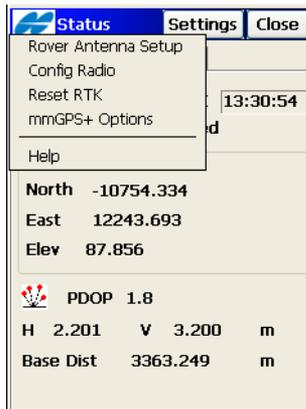

Abbildung A-22. Optionen mmGPS+
1. Tippen Sie im Fenster *Status* (**Aufn ▶ Status**) auf das **Logomenü** oben links und dort auf **Optionen mmGPS+** (Abbildung A-22). Der Bildschirm *Opt. mmGPS+* erscheint.